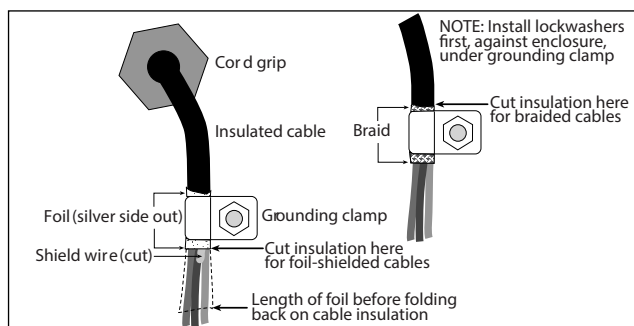

Figura 2-10. Accesorio de abrazadera de puesta a tierra para cableado apantallado y trenzado
- Para los cables con blindaje de lámina, pele el aislamiento y la lámina del cable media pulgada (15 mm) más allá de la abrazadera de puesta a tierra (Figura 2-10); doble el blindaje de lámina hacia atrás en el cable donde el cable pasa a través de la abrazadera; asegúrese de que el lado plateado (conductor) de la lámina está vuelto hacia fuera para el contacto con la abrazadera de puesta a tierra.
- Para cables con apantallamiento trenzado, pele el aislamiento del cable y el apantallamiento trenzado desde un punto justo después de la abrazadera de puesta a tierra; pele otro 1/2" (15 mm) de aislamiento solo para exponer el trenzado donde el cable pasa a través de la abrazadera (Figura 2-10).